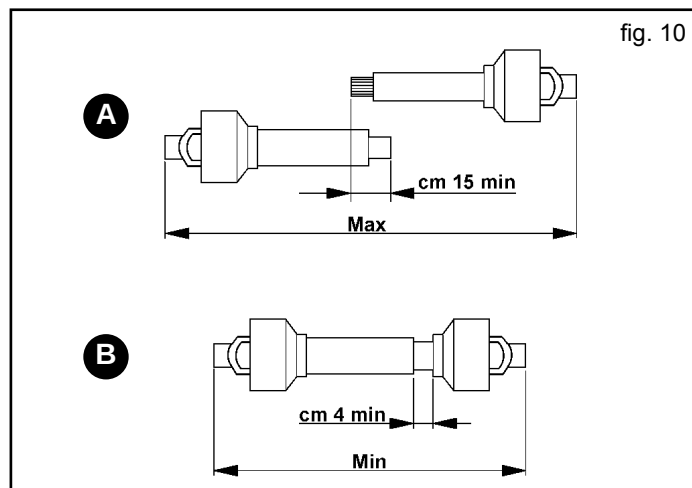

fig. 10
- Quand l'arbre à cardans est déboîté au maximum, les deux tubes doivent se super-poser d'au moins 15 cm (A, Fig. 10). Quand il est entièrement rentré, le jeu minimum admissible sera de 4 cm (B, Fig. 10).